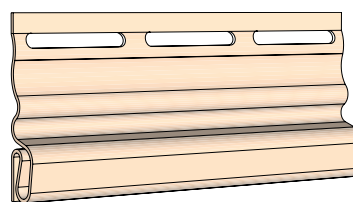
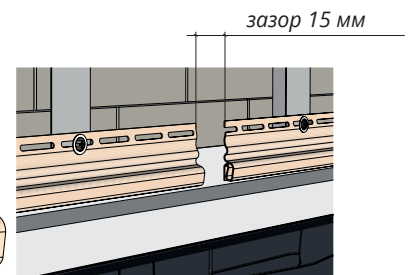

Рисунок 84
Рисунок 85
- 16.2** Вторая (рис. 84): стартовая планка, длиной 3 м от винилового сайдинга, используется для коллекции «Сибирская дранка». В случаях если длина стены превышает длину планки, монтируется с зазором на тепловое расширение не менее 15 мм (рис. 85).